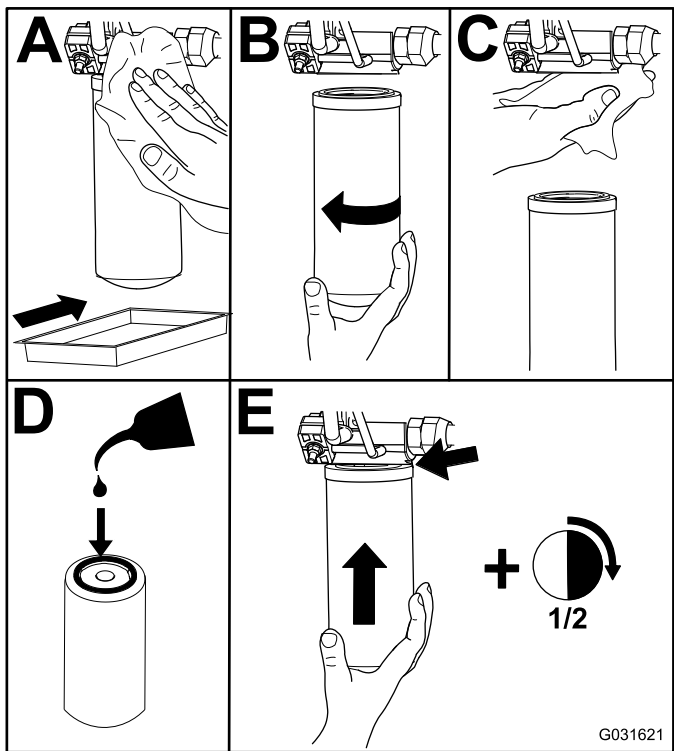

Bild 80
2. Tauschen Sie die Hydraulikfilter aus (Bild 80).